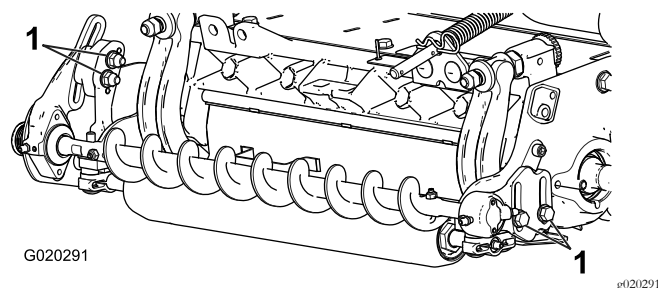

Bild 8
1. Lösen Sie die zwei Schrauben, mit denen jedes Lagergehäuse der Rollenbürste an der Befestigungshalterung der Rollenbürste montiert ist (Bild 8).